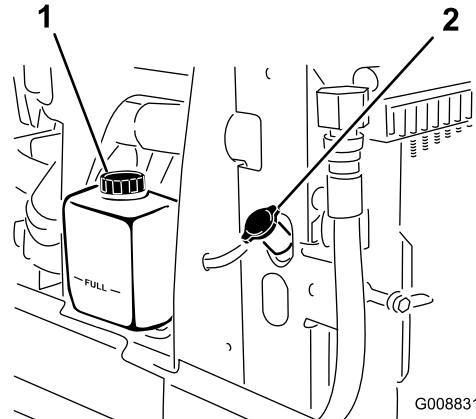

Figura 78
1. Retire cuidadosamente el tapón del radiador y el tapón del depósito de expansión (Figura 78).